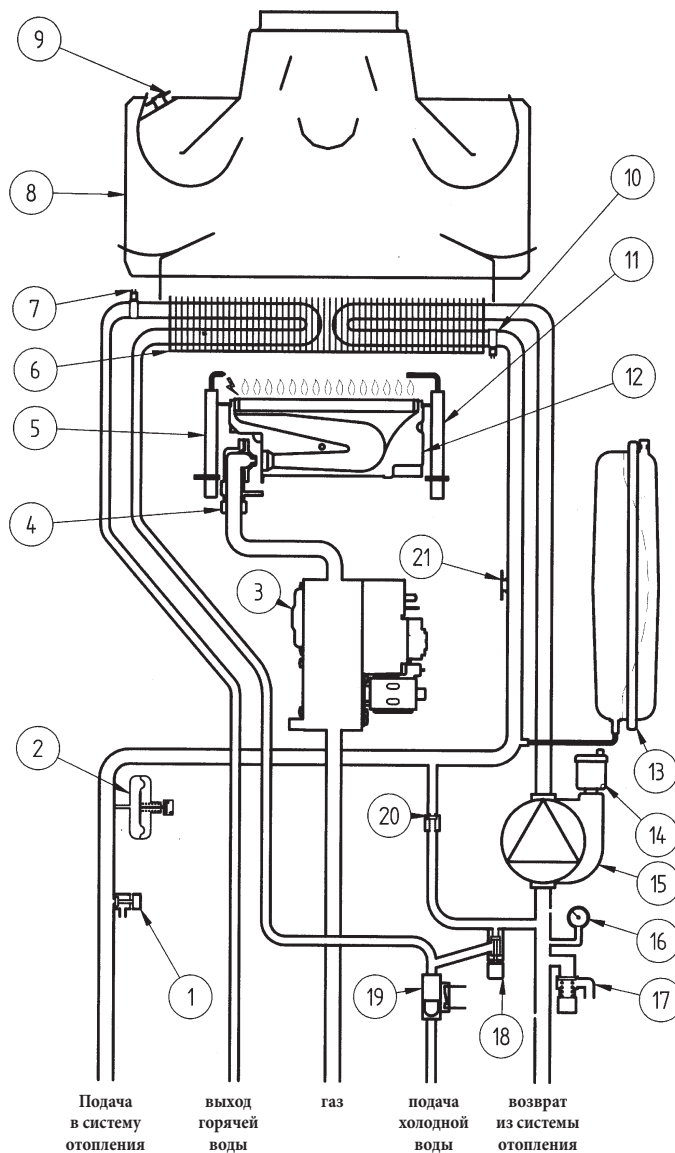

Рис. 21
- **Термостат – датчик тяги (модель 240 i)** данное устройство (позиция 14 - Рис.21), расположенное в левой части вытяжного колпака, перекрывает подачу газа к основной горелке, если засорился дымоход или нет тяги по другой причине.